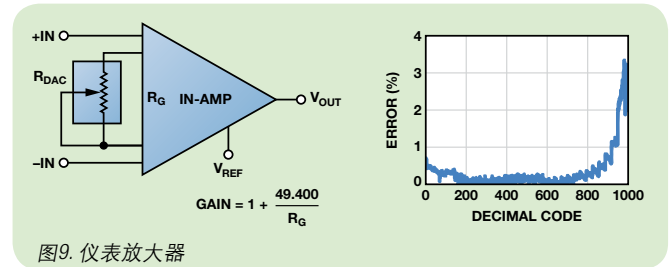

图9. 仪表放大器
- ADI公司的AD5272和AD5292等digiPOT提供业界领先的最大 $\pm 1\%$ 可变电阻性能。这些器件允许设计人员通过数字方式精确设置电阻值，从而简化确定系统误差预算的过程(见图9)。